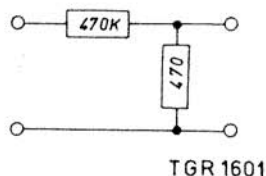

Fig. 45
- Voer via een spanningsdeler, zie fig. 45, een signaal van 1000 Hz toe aan de diode respectievelijk microfooningang BU1, punt 1 en 4.